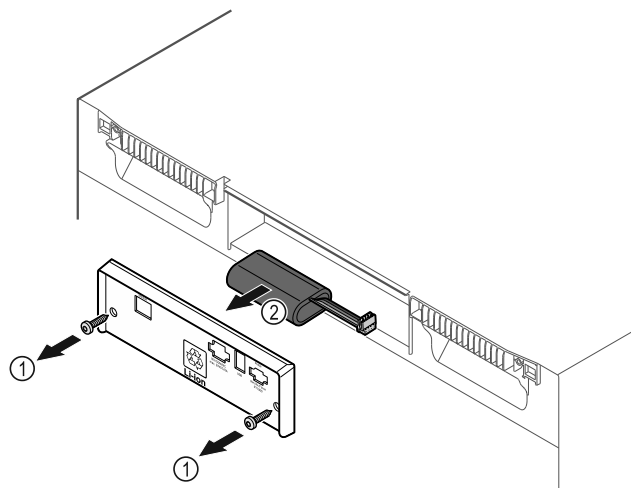

Fig. 229
- ▶ Открутите винты и снимите крышку с задней стороны устройства Fig. 229 (1).
- ▶ Отсоедините и извлеките аккумуляторную батарею Fig. 229 (2).